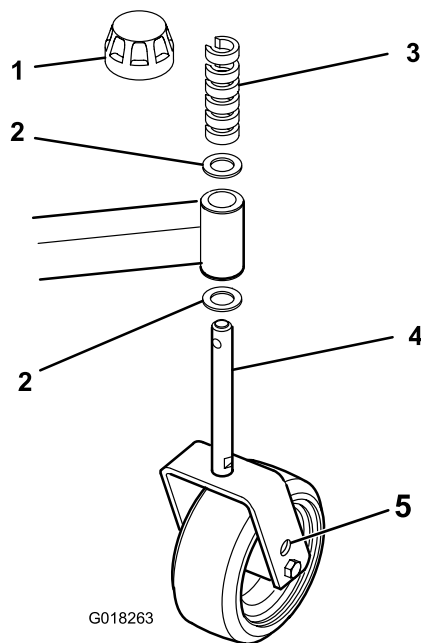

Figure 18
6. Réglez les cales, sur l'avant des bras pivotants avant ou arrière, afin d'atteindre l'inclinaison de l'unité de coupe requise (Figure 18).